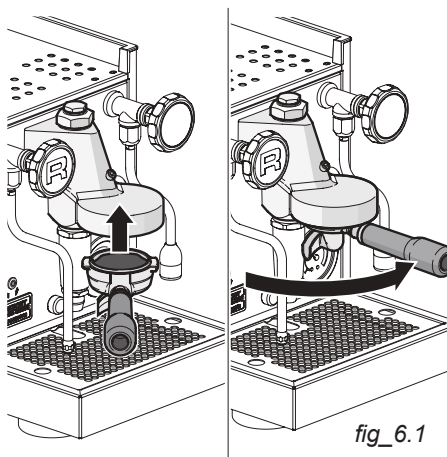

fig. 6.1
1. Installer le porte-filtre en l'insérant dans la tête du groupe et tourner la poignée du porte-filtre de gauche à droite. Le porte-filtre est correctement inséré une fois qu'il est fermement à l'intérieur de la tête du groupe et que la poignée se trouve à 90 degrés de l'avant de la machine (fig. 6.1)